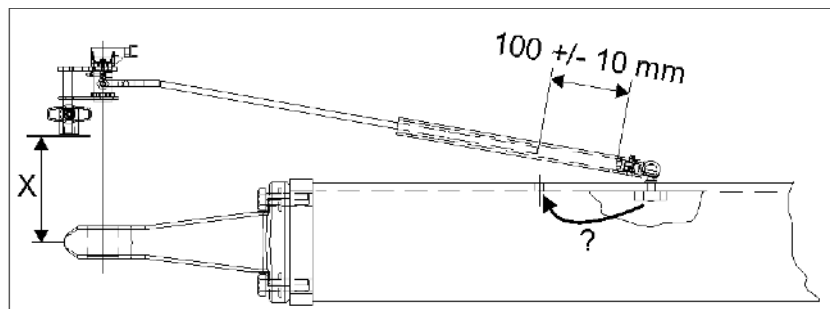

Fig. 131
- Den Abstand zwischen Kuppelpunkt und Drehwinkelgeber (Fig. 131/ X) möglichst gering halten (besonders bei Hitch-Deichsel).